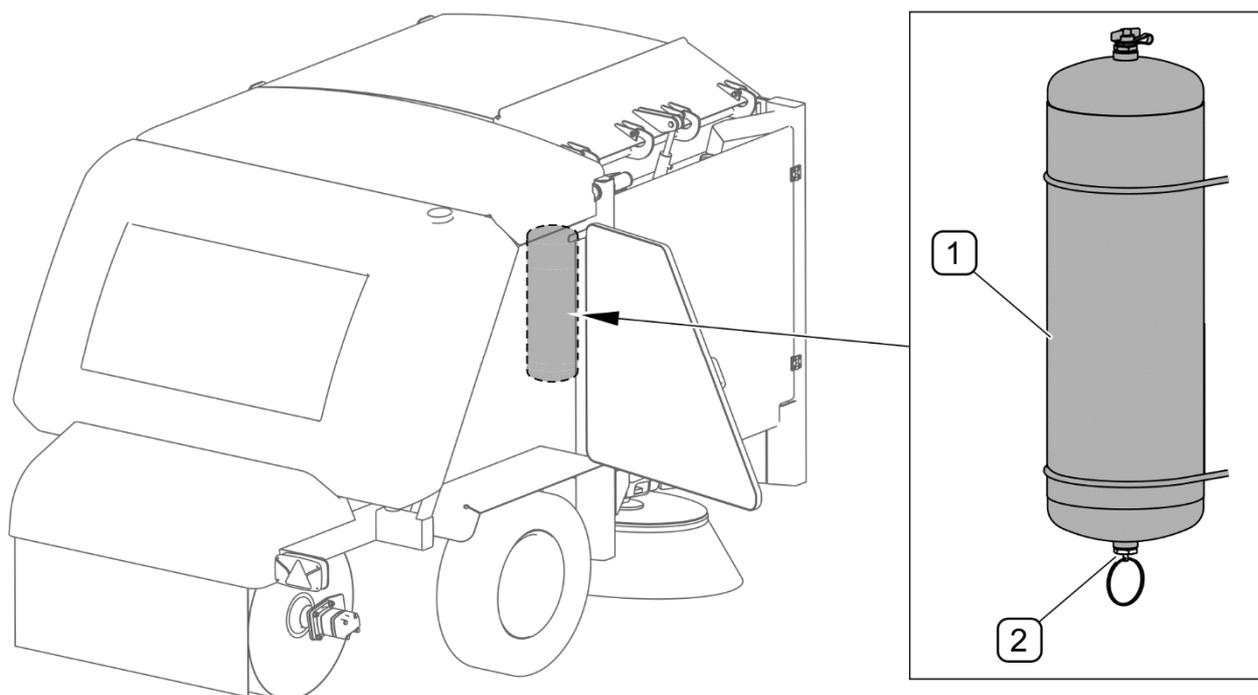

РИСУНОК 5.25 Отвод конденсата из емкости для сжатого воздуха
Необходимо периодически удалять из емкости для воздуха скапливающийся в ней конденсат (РИСУНОК 5.25). Для этого необходимо отклонить стержень конденсатоотводящего клапана (2) в нижней части воздухохосборника (1). Находящийся
Перед зимним сезоном необходимо отвинтить и очистить конденсатоотводящий клапан (РИСУНОК 5.25). Медную уплотнительную прокладку нужно заменить новой